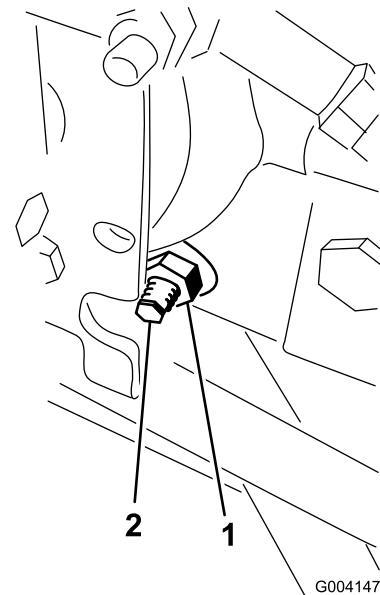

Bild 79
3. Lösen Sie rechts am Hydrostat die Sicherungsmutter an der Fahrtrieb-Einstellnocke (Bild 79).